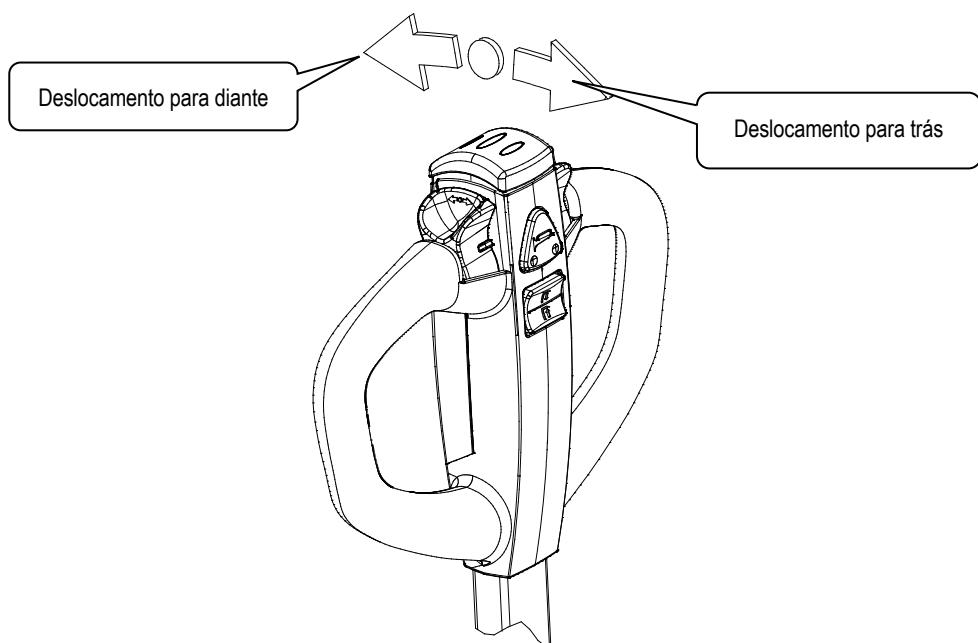

Figura 13
- Movimente lentamente o comando do acelerador para pôr a máquina em marcha. Como mostramos na Figura 13, a direcção para a qual mover o comando do acelerador, será a direcção para onde o porta-paletes se deslocará.